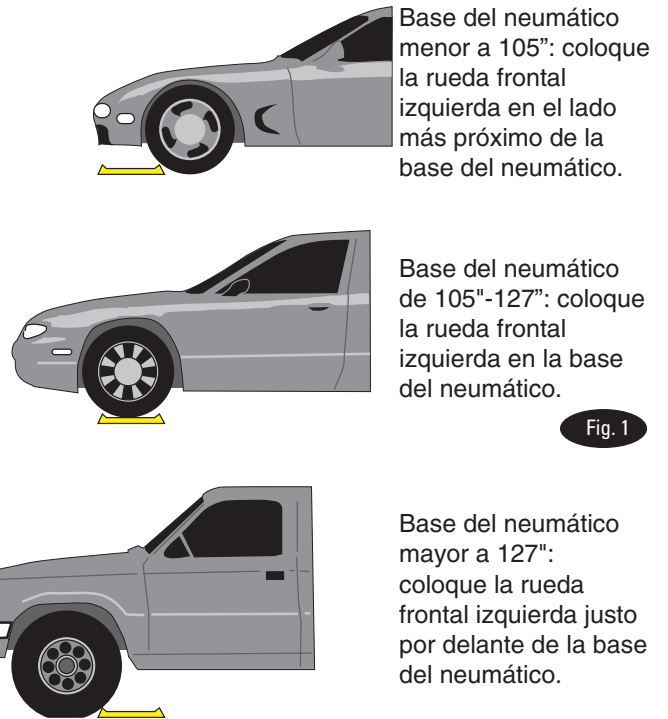

Fig. 1
2. Localice el vehículo sobre el elevador con la rueda frontal izquierda en la posición de ubicación adecuada de la base, Fig. 1.